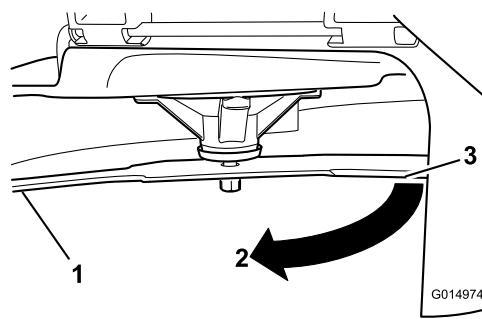

Figura 116
3. Distância medida entre a lâmina e a superfície (A)
4. Rode a mesma lâmina 180 graus para que a extremidade de corte oposta fique na mesma posição (Figura 116).